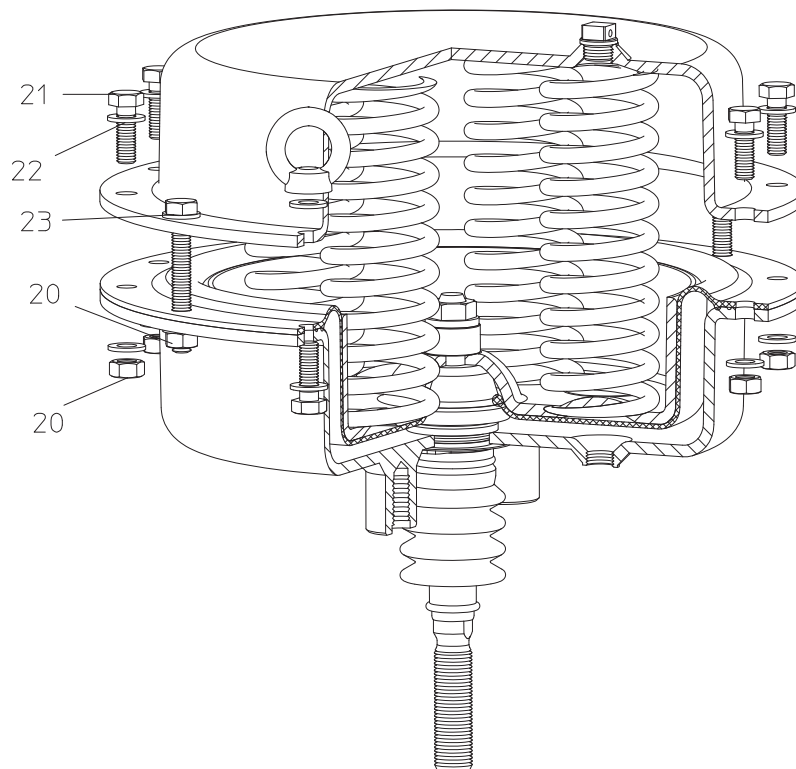

Рис. 20
- В приводах с усиленным предварительным натяжением пружин (см. Рис. 20) в моделях DP32 и DP33 имеются два, а в модели DP34 - четыре длинных винта (23). В последнюю очередь равномерно ослабьте винты, чтобы снизить предварительное натяжение пружин.